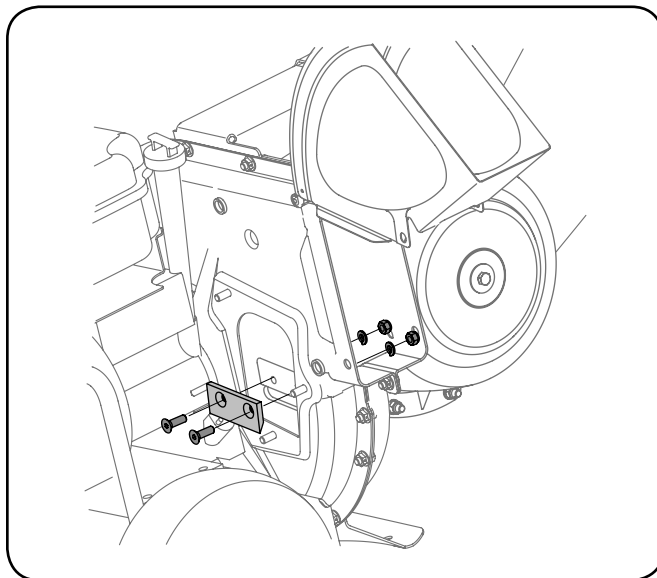

Рис. 7-2
6. Отверните промежуточные шестигранные винты, стопорные шайбы и шестигранные гайки, которыми ножи крепятся к крыльчатке, и снимите ножи. См. рис. 7-2. Сложите снятые детали.